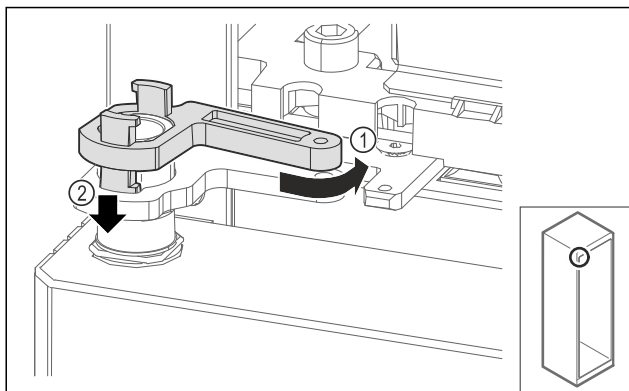

Fig. 71
- ▶ Rotiți înapoi ușor închizătorul de blocare al suportului de lagăr Fig. 71 (1), apăsați în jos Fig. 71 (2) și blocați în colțarul balamalei.